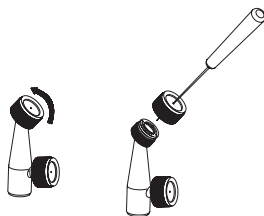

Figura 14
- Empurre um pequeno fio através dos orifícios para limpar qualquer sujeira e detrito. Em seguida, lave com água limpa. Consulte a Figura 14.